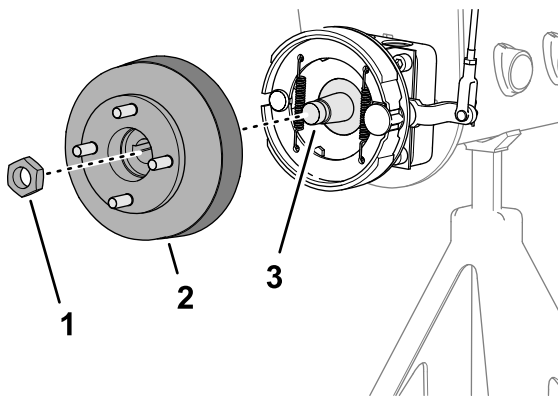
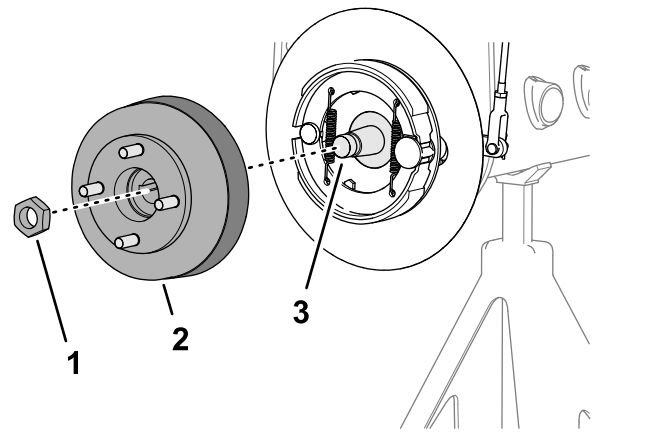

Figura 77
Figura 78
- Retire la contratuerca que sujeta el cubo al eje del motor de rueda (Figura 77 o Figura 78).
- Utilice el extractor de cubos de rueda especificado para retirar el cubo de la rueda y el tambor de freno del eje del motor de rueda (Figura 77 o Figura 78).